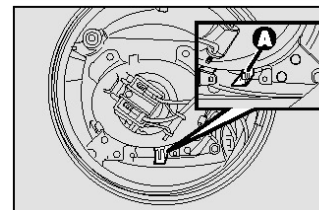

рис.102
- Передвинуть рычажок **A- рис.102**;